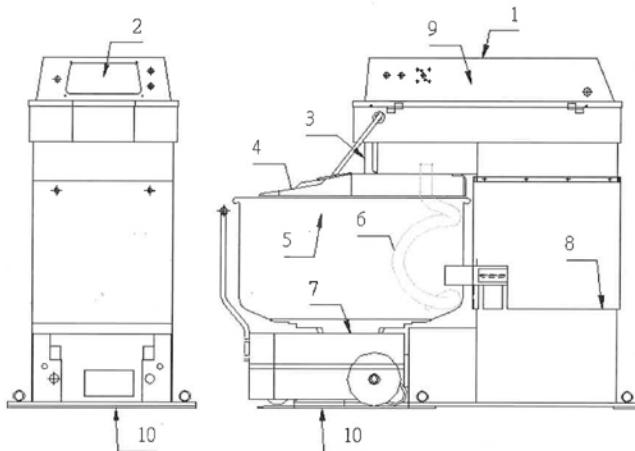

Figura 3
2. Asegúrese de que la placa inferior de la máquina está paralela al suelo, si no es así, puede ajustarla utilizando los tornillos de nivelación como se muestra en la Figura 3. (Observación: el suelo de la figura 2 debe ser plano como aparece en la figura 3, los 6 puntos de asiento (posición de la línea discontinua) deben tocar el piso uniformemente).